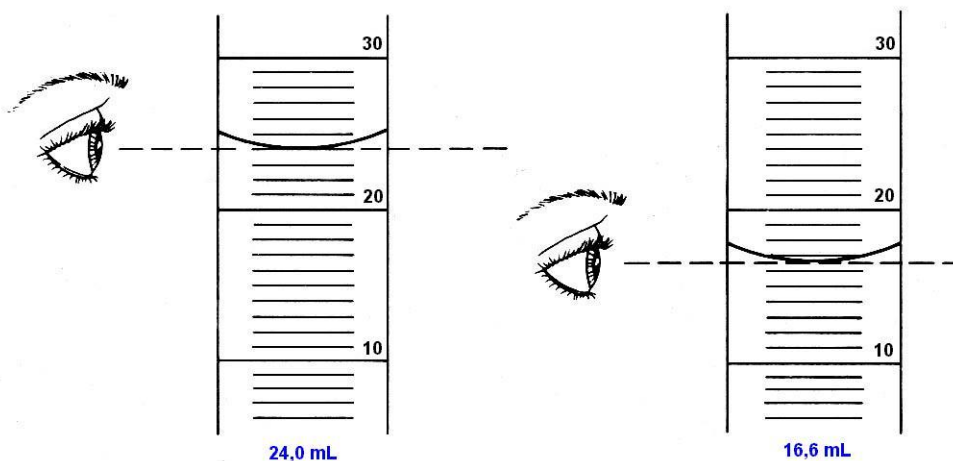

Figura 1.1. Forma de leitura de volumes em frascos graduados (Obs: Usar óculos de segurança nesta operação).
- Quando da leitura de um volume em um frasco contendo uma substância na forma líquida é possível observar que o nível do líquido é mais alto nas bordas do que no meio formando o chamado *menisco*. Sempre realizar as leituras de volume no ponto mais baixo do menisco, como mostrado na Figura 1.1. Observar a posição dos olhos em relação ao nível.